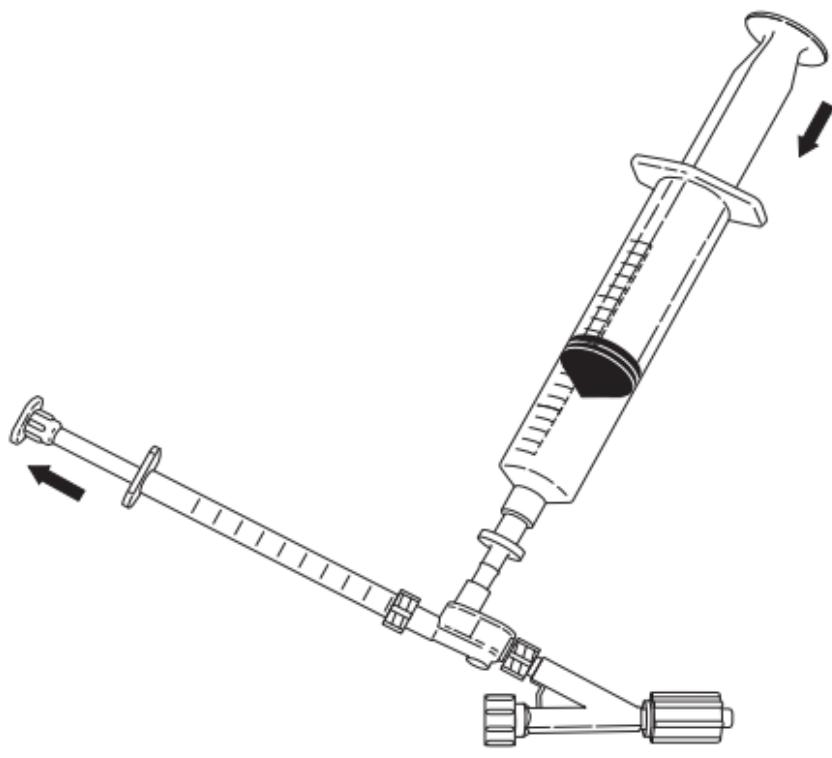

Fig. 4
6. Conecte la jeringa de 1 ml al orificio de inyección y aspire 0,5 ml de solución. Suelte la jeringa de 1 ml y purgue todas las burbujas de aire de la jeringa. Antes de volver a conectar la jeringa de 1 ml, deje un poco de solución en el orificio de inyección presionando ligeramente la jeringa de 20 ml para cobar el orificio de inyección. Vuelva a conectar la jeringa de 1 ml al orificio de inyección. (**Fig. 4**)